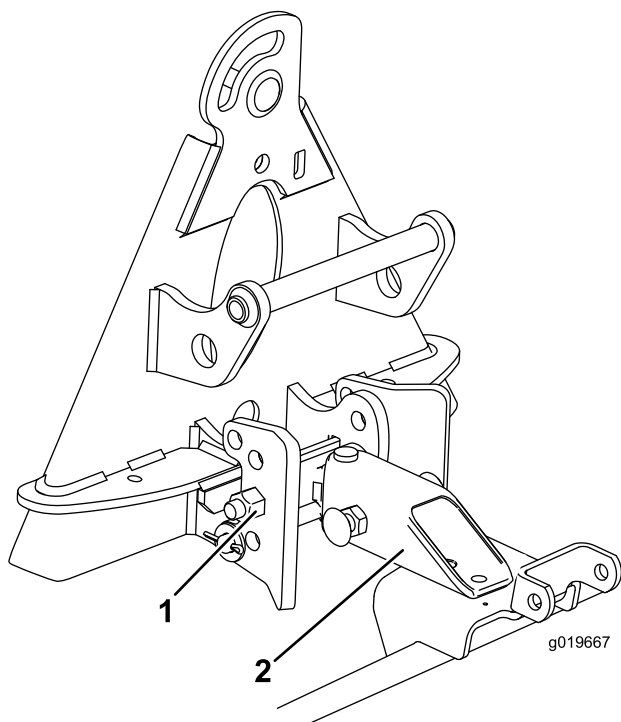

Рисунок 14
1. Закрепите узел сцепного устройства в нижних отверстиях упорного кронштейна (Рисунок 14).
2. Выверните длинную сторону клиновидной трубы вниз и прикрепите ее к верхней стороне узла подвеса (Рисунок 14).